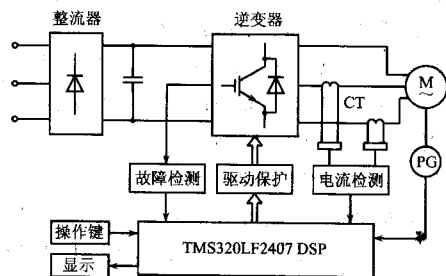

图 4
压为 1000V 的 IGBT 元件。(2) 驱动电路使用 1000V 的 IR2304，由于三相逆变器每个周期总有一个上下管导通，故上管自举电容容易充电，三个上管自举电路可有序工作。但 IR2304 使用不当，尤其是自举电容选择不好，易于造成芯片损坏或不能正常工作。电容 C1、C2 和 C3 分别为三路高端输出的供电电源的自举电容。单电源 +15V 供电电压经二极管隔离后又分别作为其三路高端驱动输出的供电电源，在工程上大大减少了控制变压器体积和电源数目，降低了产品成本和减小了体积，提高了系统可靠性。(3) PWM 控制电路为逆变器提供六路控制信号。一些模拟电路或数字电路的 PWM 的产生都通过专用集成电路芯片来实现，如三相 PWM 发生器 SA8282。为了提高 PWM 的输出质量和可靠性，大都是以高性能单片机和数字信号处理等为控制核心来构成整个系统。如德州仪器 TMS320LF240x DSP 内部自带的事件管理器模块专用来产生 PWM。它们大部分是在 16 位单片机或 DSP 的基础上增加部分特殊的控制功能来构成专用的集成电路，将其应用在各种开关电源、交直流电机调速系统中。以 TMS320LF240x DSP 为核心的典型数字控制电机变频调速系统原理框图如图 4 所示。实验调试结果表明，利用